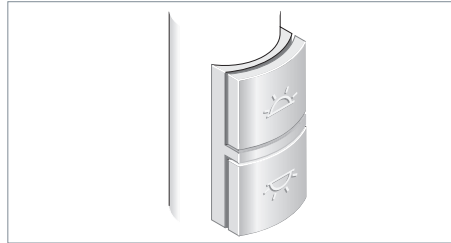

Fig. 17: Bedienelement bei getrennt bedienbarer Leuchte (optional).
- Bedienelement bei getrennt bedienbarer Leuchte (optional), siehe Fig. 17
- Drücken Sie die obere Taste, siehe Fig. 17.
- Drücken Sie die untere Taste, siehe Fig. 17.
- Drücken Sie die obere Taste und halten Sie diese Taste gedrückt, siehe Fig. 17. Nach ungefähr einer Sekunde verändert die Leuchte ihre Helligkeit.
- ▶ Drücken Sie die untere Taste und halten Sie diese Taste gedrückt, siehe Fig. 17. Nach ungefähr einer Sekunde verändert die Leuchte ihre Helligkeit.